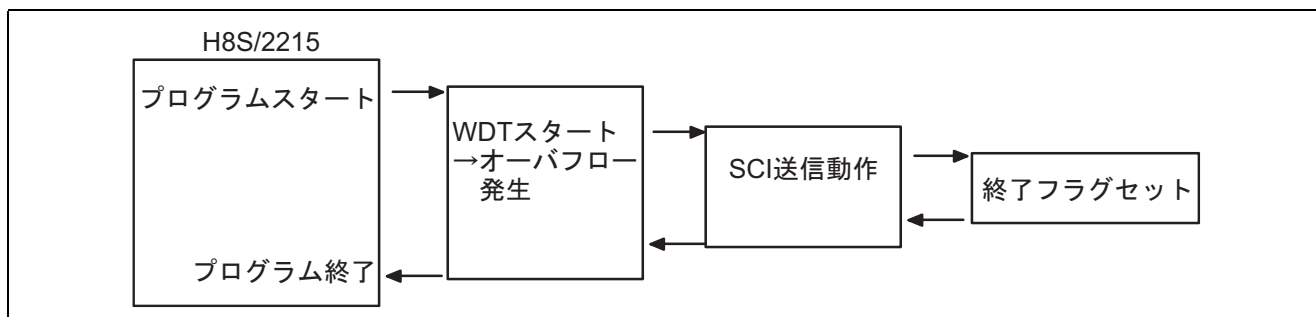

図1 多重割り込みの一例
- 図1に示すように、ウォッチドッグ (WDT) のインターバルタイマによりオーバフロー割り込みを発生します。